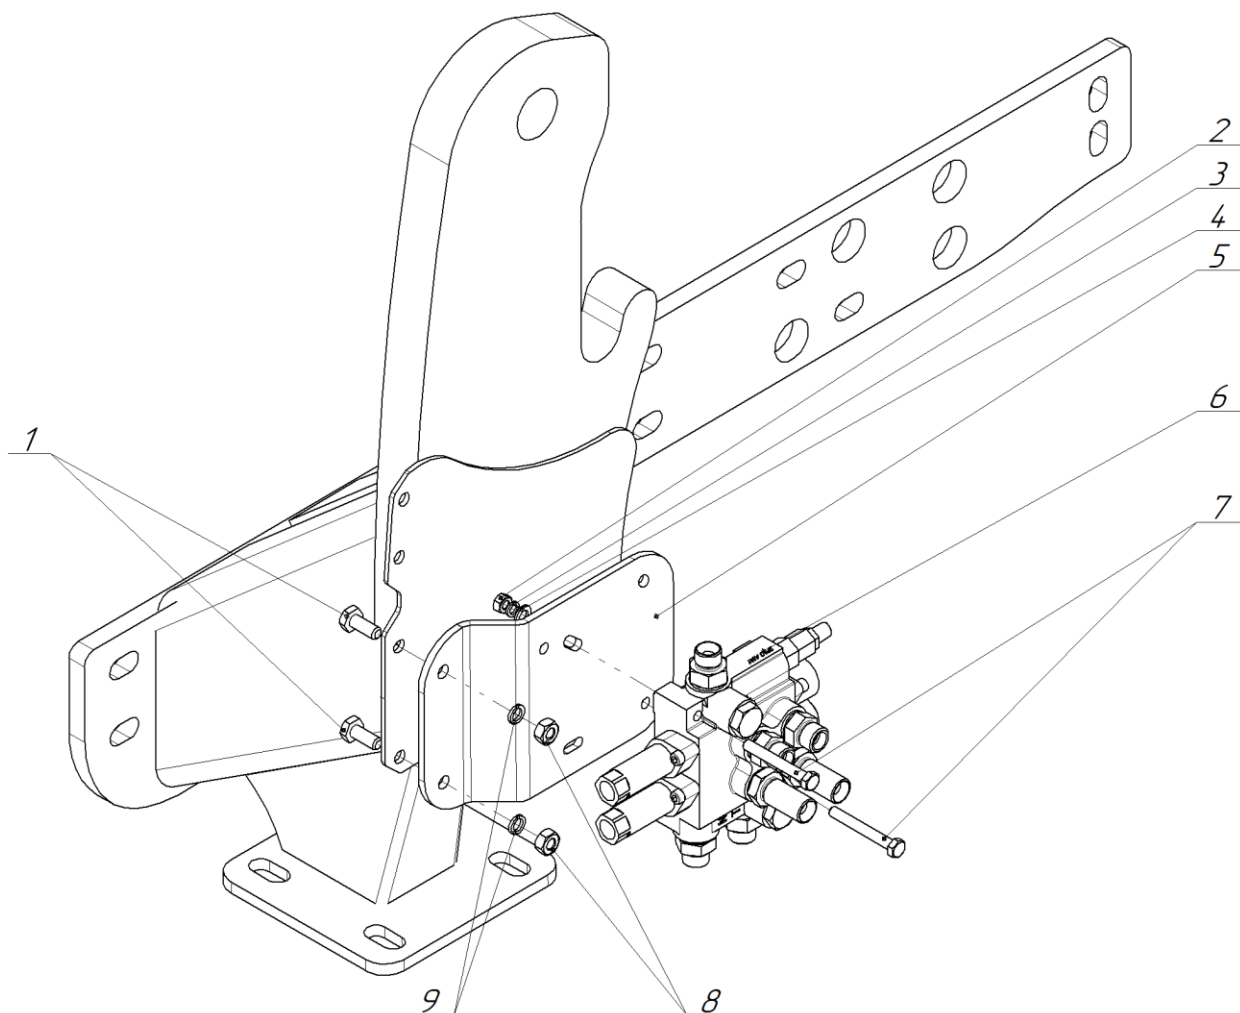

Рисунок 2.3
2.2.2.6 Установить гидрораспределитель (6 рис. 2.3) на кронштейн (5) при помощи болтов М10 (1), гаек М10 (8) и шайб (9). Смонтировать кронштейн с гидрораспределителем на стойку правого подрамника при помощи болтов М8 (7), гаек М8 (2) и шайб (3,4) из комплекта.